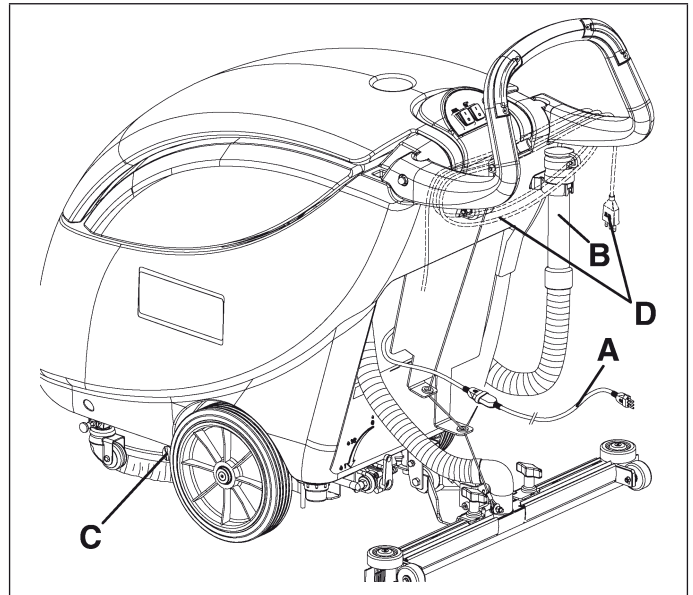
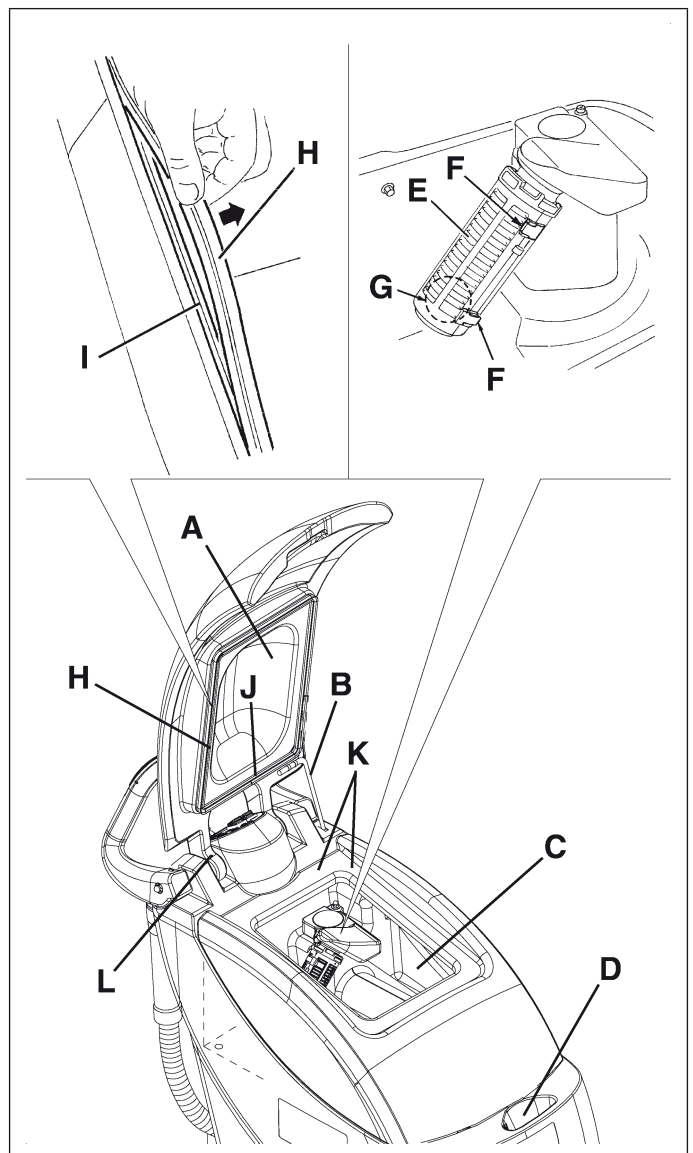

Figure 18
Figure 19
1. Controlar que el cable de alimentación (A, Fig. 18) esté desconectado de la red eléctrica. Envolver el cable de alimentación alrededor del manillar, en posición (D).
3. Levantar la tapa (A, Fig. 19) e introducir el soporte (B) de la tapa, luego lavar con agua limpia la tapa misma, los depósitos (C y D) y la rejilla de aspiración (E). Descargar el agua de los depósitos mediante el tubo (B, Fig. 18) y la válvula (C).
4. Si necesario, desenganchar los retenes (F, Fig. 19) y abrir la rejilla (E), luego quitar el flotador (G), limpiar la partes con cuidado, luego montar de nuevo.
5. Controlar la integridad de la guarnición (H, Fig. 19) de la tapa del depósito del agua de recuperación.
*La guarnición (H, Fig. 19) causa la formación de vacío en el depósito, necesario para la aspiración del agua de recuperación.*
Si necesario, sustituir la guarnición (H, Fig. 19) de su alojamiento (I) para sustituirla.
6. Controlar que toda la superficie perimetral (K, Fig. 19) de apoyo de la guarnición (H) no esté dañada y que sea adecuada para la estanqueidad de la guarnición misma.
7. Controlar que el orificio de ventilación (L, Fig. 19) no esté obstruido; de lo contrario, limpiarlo.
*El orificio (L, Fig. 19) permite la compensación de aire en el intersticio de la tapa, causando la formación de vacío en el depósito.*
8. Cerrar la tapa (A, Fig. 19) tras haber quitado el soporte (B) de la tapa.